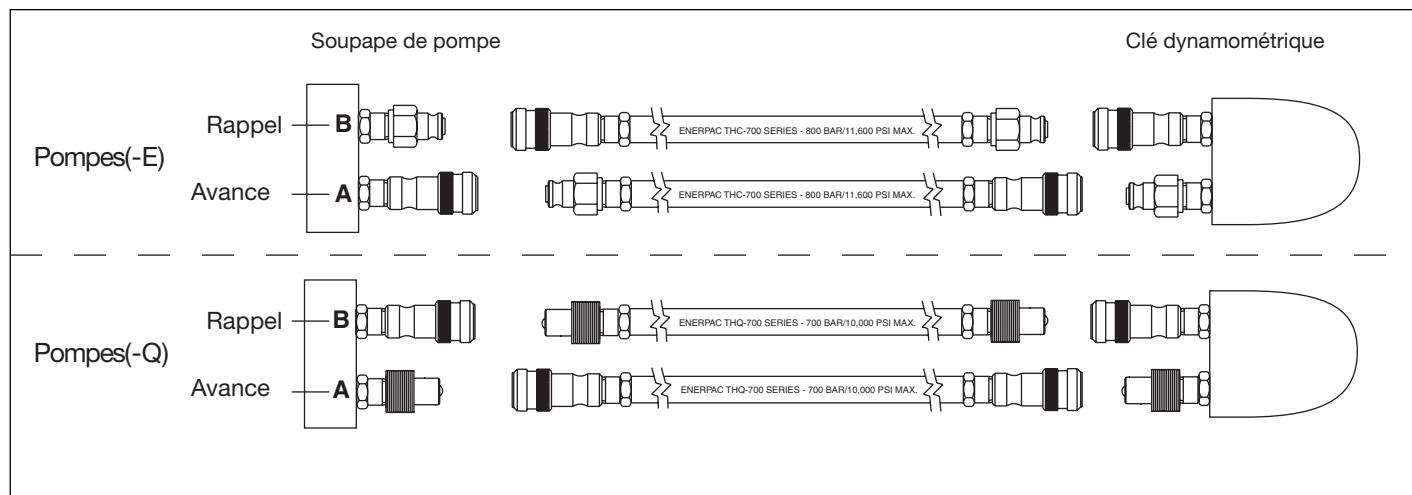

Figure 5, Détails des flexibles
- Pompe de type pour (-Q) pour clés dynamométriques Enerpac S et W et autres marques : Assurez-vous d'utiliser des flexibles portant l'identification « Enerpac THC-700 Series - 700 Bar/10 000 psi max ». Les coupleurs de ces flexibles doivent être « polarisés » comme dans la figure 5 afin d'assurer le bon fonctionnement de la clé dynamométrique. S'assurer que les coupleurs sont bien engagés et serrés avant de faire fonctionner l'appareil. Si les coupleurs présentent du jeu, la clé dynamométrique fonctionnera mal.